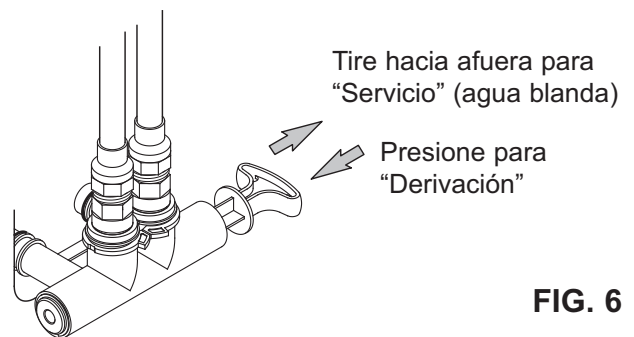
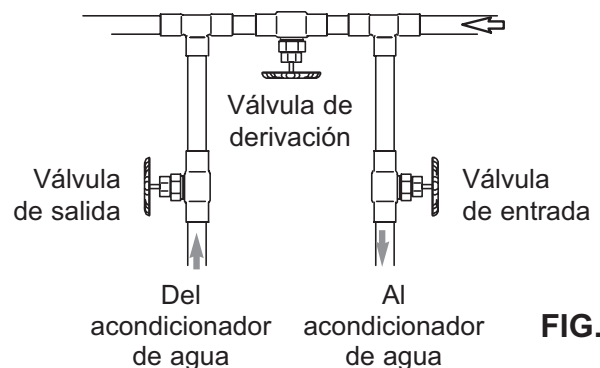

FIG. 6
FIG. 7
Siempre instale una válvula de una derivación (incluida) tal como se muestra en la Fig. 6 o, si lo desea, puede comprar y armar las piezas para un sistema de derivación de 3 válvulas (no incluidas), tal como se muestra en la Fig. 7. Las válvulas de derivación le permiten cerrar la entrada de agua al acondicionador de agua para su mantenimiento, si es necesario, y aún así tener agua en las tuberías de la casa. Las uniones de tubo deben ser como mínimo de 3/4 pulg.
3. Mueva las válvulas de derivación a la posición de “derivación” (Bypass) (vea las Fig. 6 y 7). En una válvula de una derivación, deslice el vástago hacia adentro a la posición de derivación. En una derivación de 3 válvulas, cierre las válvulas de entrada y salida, y abra la válvula de derivación.